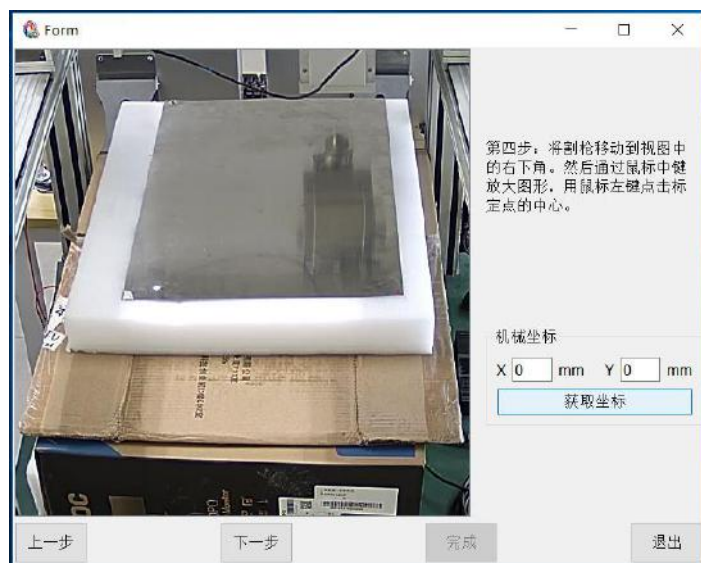

图 13.5 获取第三个坐标点
- 第二个点标定完后，点击“下一步”，完成第三个标定点，操作机床将割枪移动到视图右下角，点击鼠标中键放大图形，用鼠标左键点击标定点的中心之后，在点击界面“获取坐标”按钮，获取机械坐标 X，Y，如图 13.5 所示：